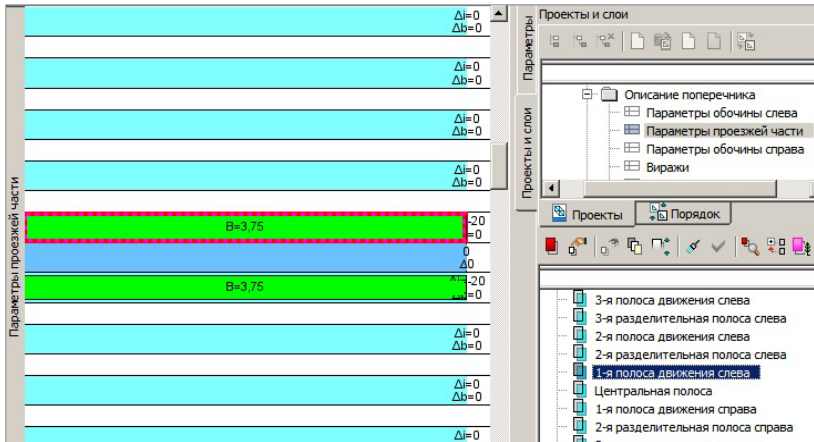

Рис. 13.2
1. В окне **Проекты** укажите курсором проект **Параметры проезжей части** (узел Описание поперечника) – графы сетки подтянутся в зону видимости (рис. 13.2).
Наличие и параметры дорожных полос в составе проезжей части скопированы из шаблона: две полосы движения шириной по **3,75** м и с уклоном «**-20%**». Они записаны в графах как **1-я полоса движения слева/справа** от оси (рис. 13.2).